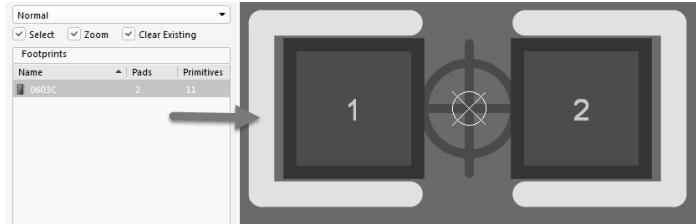

图 6-39 选择 0603C 封装
- (1) 导入打开常用的封装库, 选择 0603C 封装, 如图 6-39 所示。